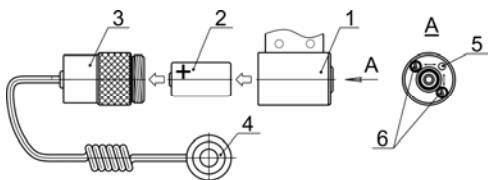

Рис.1. Лазерный целеуказатель ЛЦУ-ОМ-3Л
- \* соответствие заводского номера лазерного целеуказателя (рис.1, поз.7) номеру, указанному в п. 9 паспорта;
6.1. Вставить элемент питания 2 в ЛЦУ, соблюдая полярность, в соответствии с рис. 1. Свернуть корпус 1 с задней крышкой 3 до упора. Проверить наличие лазерного излучения нажатием на кнопку 4.
последовательным вращением регулировочных винтов 6 (рис.1) добиться совмещения пятна с точкой прицеливания, кратковременно включая ЛЦУ с помощью кнопки включения 4. Вращение регулировочных винтов 6 приводит к перемещению светового пятна в двух перпендикулярных направлениях.
При необходимости произвести замену элемента питания (2), соблюдая полярность, указанную на рис. 1.